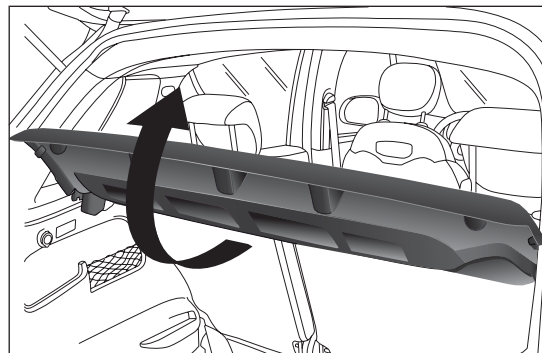

fig. 82
- soulever la partie arrière de la plage arrière en agissant tel qu'illustré en fig. 82 ;